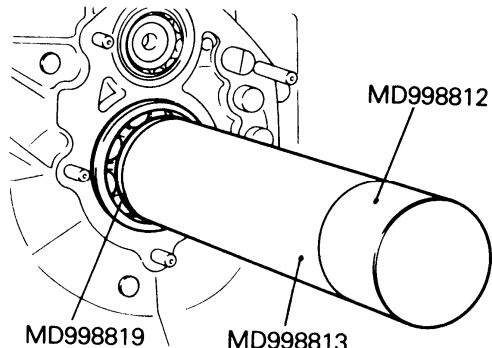

图 3-53 安装主驱动齿轮轴承
- (1) 安装主驱动齿轮轴承时, 如图 3-53 所示, 用专用工具安装主驱动齿轮轴承。